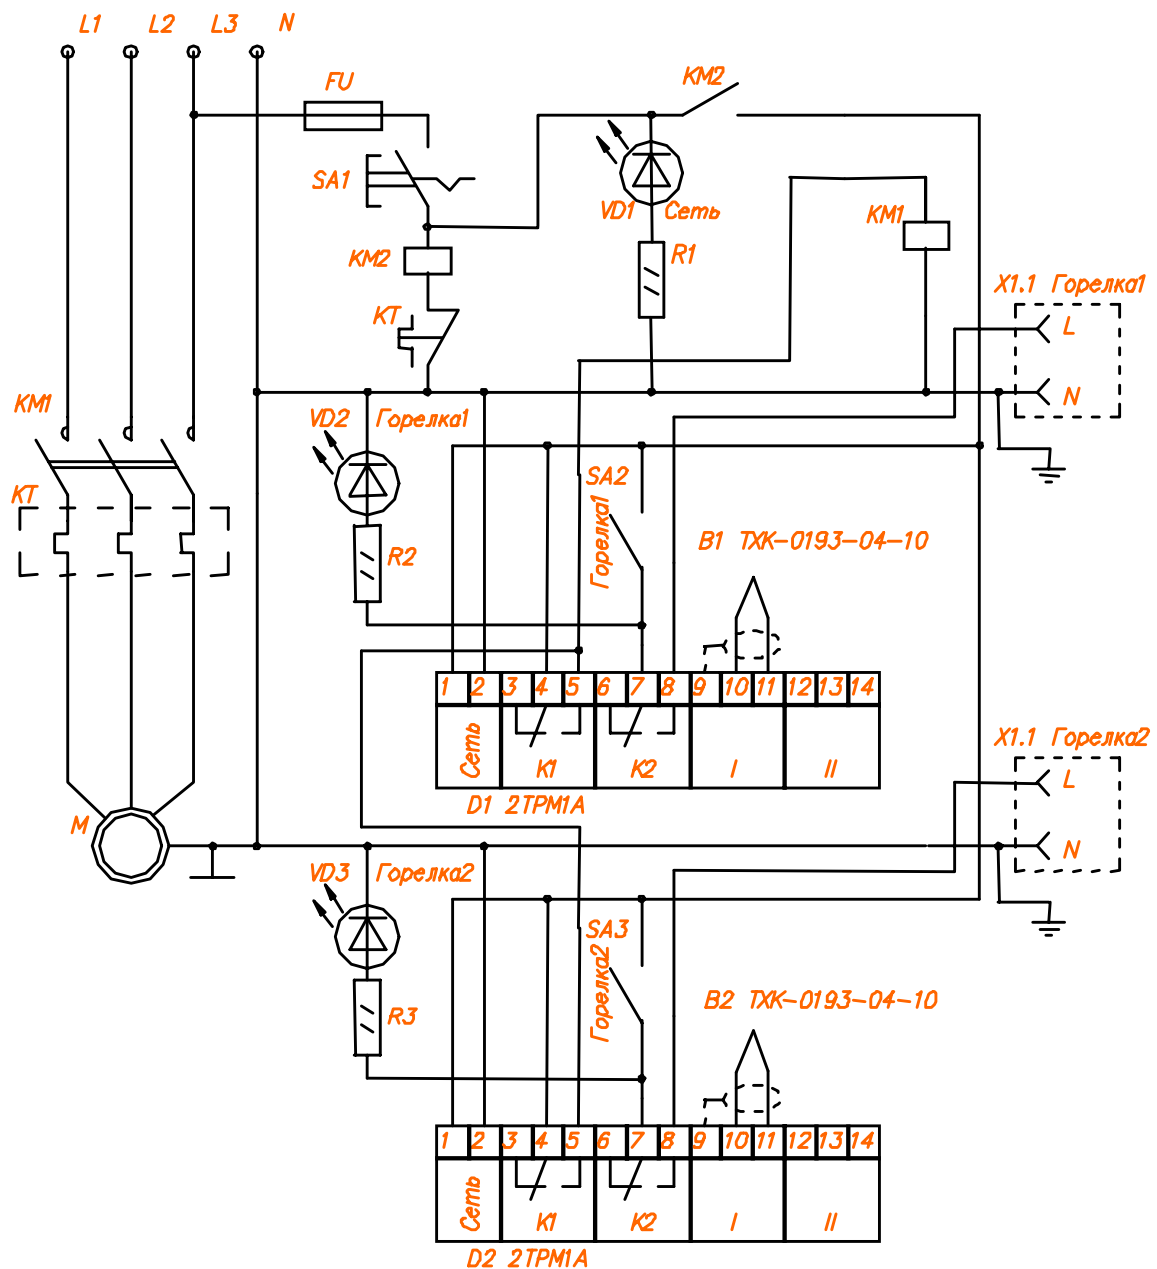

Рисунок2. Принципиальная электросхема.
- 6.3 Аварийный останов горелок обеспечивает автоматика, горелки при этом погасает светодиод, над соответствующим тумблером сигнализируя о перегреве соответствующего теплообменника в процессе работы. При отказе двигателя вентилятора происходит срабатывание теплового реле КТ (рис.2) и пускатель КМ2 отключает питание горелок. Для запуска теплогенератора необходимо выяснить причину перегрева двигателя и вернуть контакт теплового реле, расположенного в корпусе магнитного пускателя в исходное положение.